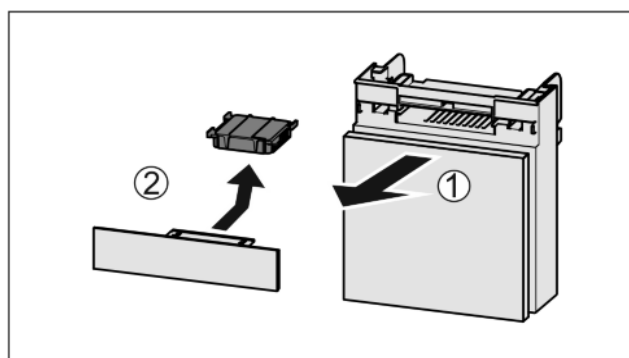

Fig. 44
- Издърпайте Fig. 44 (1) напред отделението.
- Извадете Fig. 44 (2) филтъра с активен въглен.